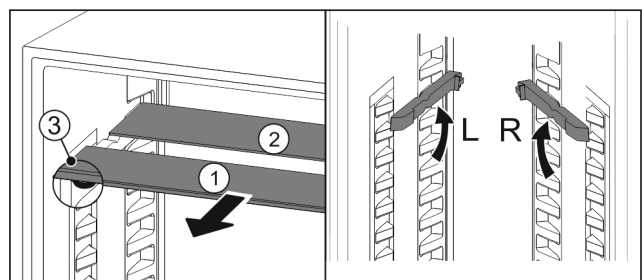

Fig. 84
- ▶ Glasplaten afzonderlijk vanaf de voorkant eruit trekken Fig. 84 (1).
- ▷ Glasplaat Fig. 84 (1) met sierlijst ligt voor.
- ▷ Stops Fig. 84 (3) zijn naar onder gericht.